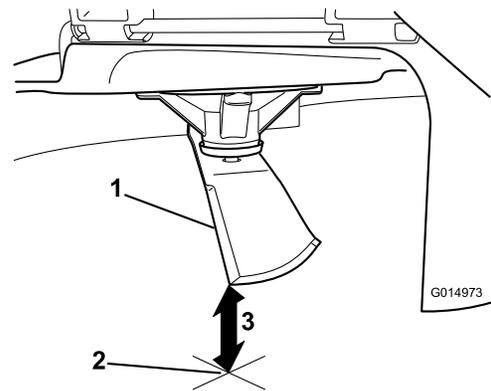

Bild 105
5. Messen Sie von der Messerspitze bis zu ebenen Fläche (Bild 105).